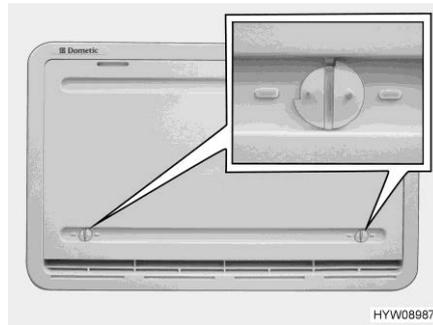

Fig. 185 Cubierta de invierno
Si el frigorífico ha de funcionar a temperaturas exteriores bajas, el fabricante recomienda la utilización de una cubierta de invierno (Fig. 185) para las rejillas de ventilación del frigorífico.
- Abrir ambos bloqueos (Fig. 185) (la ranura está en posición horizontal).